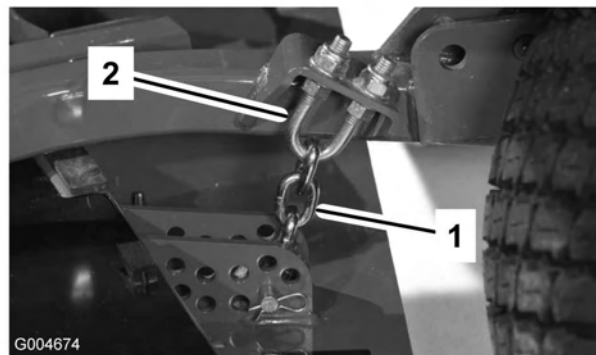

Figura 85
1. Afloje las contratueras de la parte superior o inferior del perno en U de la cadena de altura de corte (Figura 85).